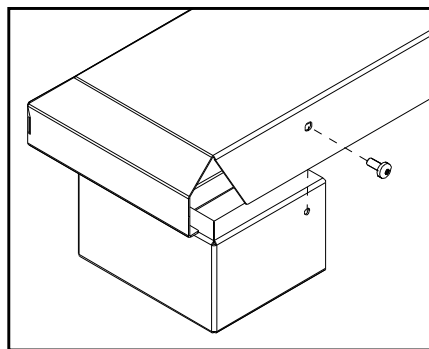

Figure 36: l'installation préalable de base sur riser
3. Si vous installez avec riser (s) du plateau de base doit être fixé à la colonne montante (s) avec un T-20 vis à chaque extrémité de l'arrière (voir figure 36).